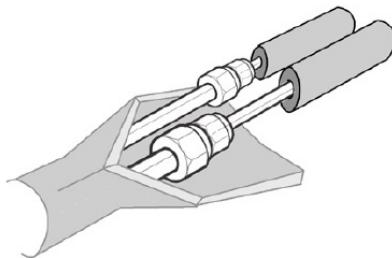

fig. 23 -
- A peça de conexão à unidade interna deve ser envolvida em isolamento térmico "fig. 23 -".